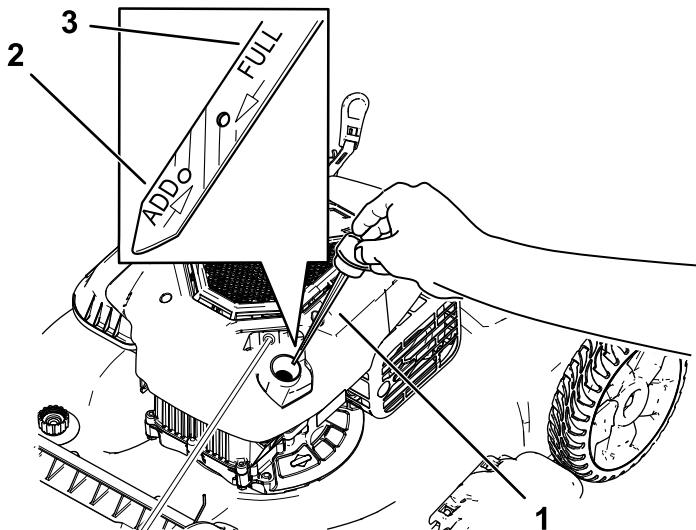

Figura 19
3. Retire la varilla girando el tapón en el sentido contrario a las agujas del reloj y tirando del mismo (Figura 19).
- Observe en la varilla el nivel de aceite (Figura 19).